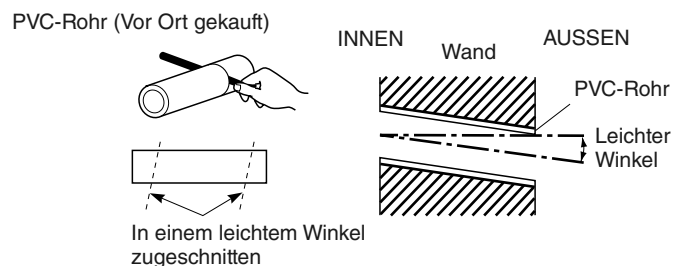

Abb. 3-129
- (9) Die Dicke der Wand von innen nach außen messen, und PVC-Rohr leicht angeschrägt auf die Wanddicke zuschneiden. Das PVC-Rohr in die Wand einsetzen. (Abb. 3-129)